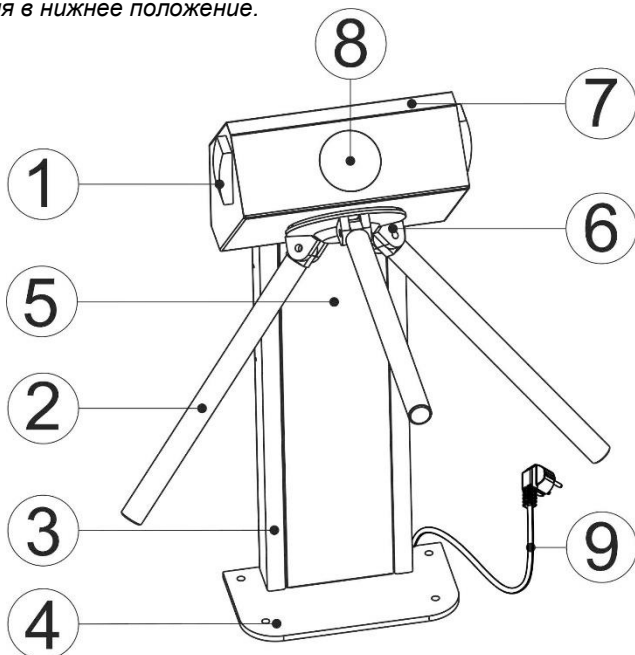

Рисунок 1 – Внешний вид и элементы подключения
Изделие состоит из наклонного поворотного механизма, закрытого крышкой, стойки и трех штанг-ограничителей. С боковых сторон крышки установлены считыватели карт, в центральной части расположено окно индикации режимов работы. К сети 220В изделие подключается посредством сетевого кабеля с вилкой см.рис.1.
- снять крышку поз.7 см.рис.1, для этого требуется открутить 5 винтов;